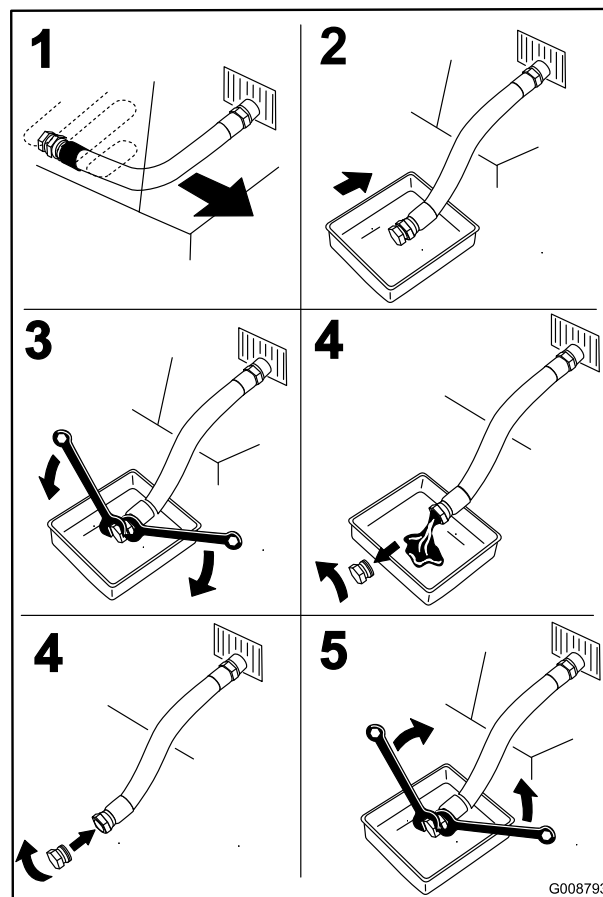

Figure 49
4. Avant de quitter la position de conduite, coupez le moteur, enlevez la clé de contact et attendez l'arrêt complet de toutes les pièces mobiles (Figure 49).